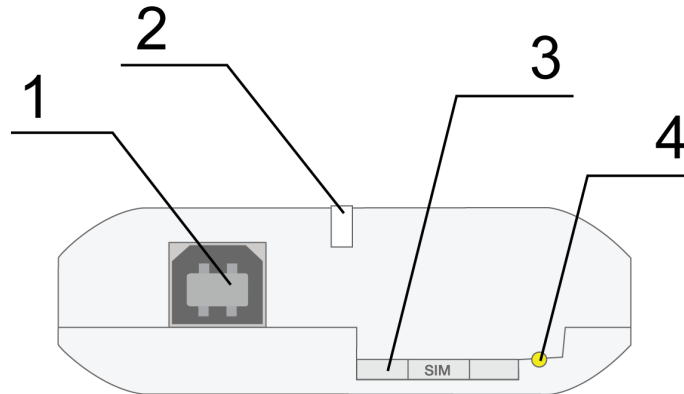
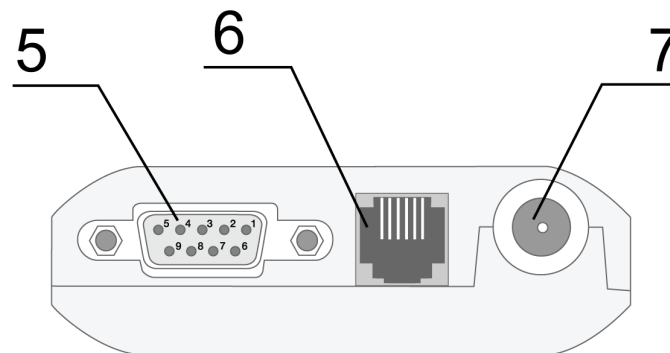

Рис. 2.1. Вид спереди
Рис. 2.2. Вид сзади
Терминал ES75iT представляет собой компактное устройство. Внешний вид представлен на рис.2.1 и рис.2.2.
- вынуть SIM-лоток, нажав кнопку выталкивателя SIM-лотка (рис.2.1);